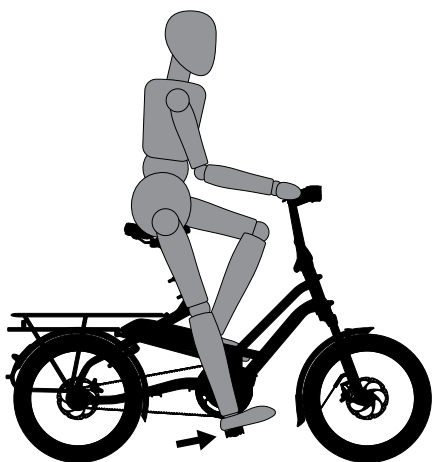

figura 8
1. **Regolazione in verticale.** Per verificare la corretta altezza del sellino (figura 8):